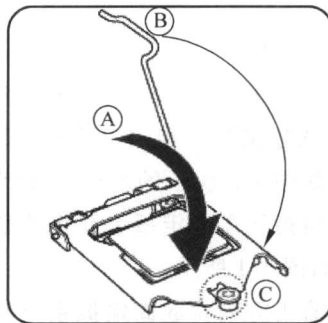

图 1-9 将上盖重新盖上
(7) 将上盖重新盖上,接着将固定扳手朝原方向退回,并确认安装盒上盖前端位于固定扣下,如图 1-9 所示。